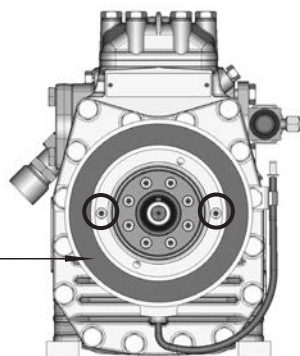

Рис. 8
- Чтобы осуществить сборку, сместите магнитное поле на калибровую посадку и закрепите двумя винтами с цилиндрической головкой M6 x 16 (см. рис. 8). Момент затяжки винтов = 15 Нм.